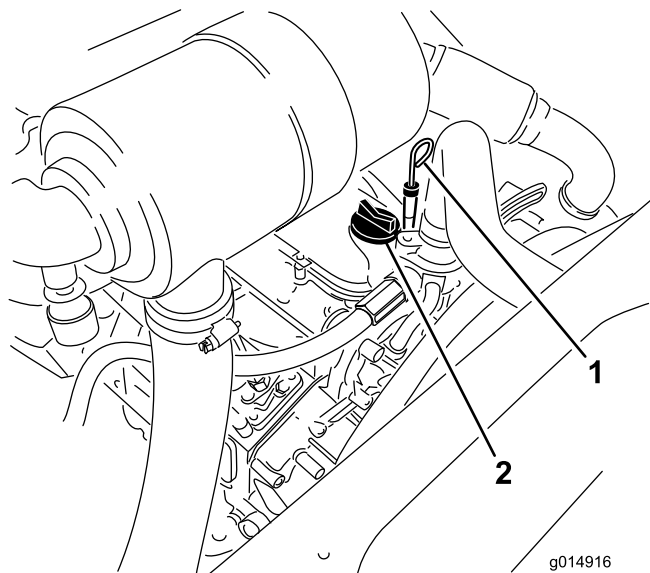

Рисунок 26
3. Извлеките измерительный щуп, тщательно протрите и снова вставьте его (Рисунок 26).
5. Если уровень масла ниже отметки Full (Полный), снимите крышку (Рисунок 26) и добавляйте масло до тех пор, пока его уровень не достигнет отметки Full (Полный).